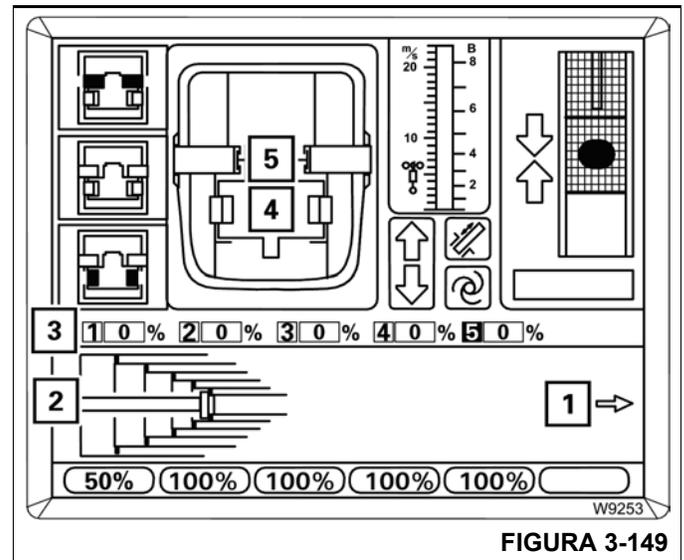

FIGURA 3-149
1. Mueva la palanca de control para retraer y sosténgala allí; consulte la Figura 3-149.